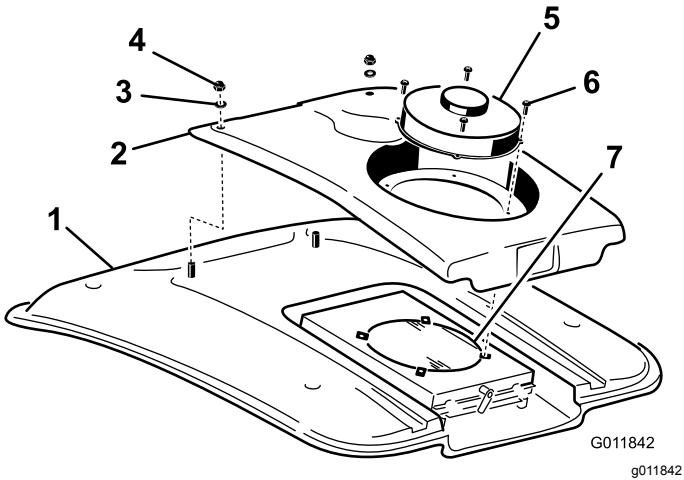

Bild 116
2. Entfernen Sie die (4) Schrauben, mit denen der Lüfter und die Kondensatorabdeckung an der Lüfterbefestigung befestigt ist (Bild 116).
4. Entfernen Sie die zwei Schrauben und Scheiben, mit denen die Vorderseite der Kondensatorabdeckung am Kabinendach befestigt ist (Bild 116).
8. Reinigen Sie den Klimaanlagen-Kondensator gründlich mit Druckluft (Bild 116).